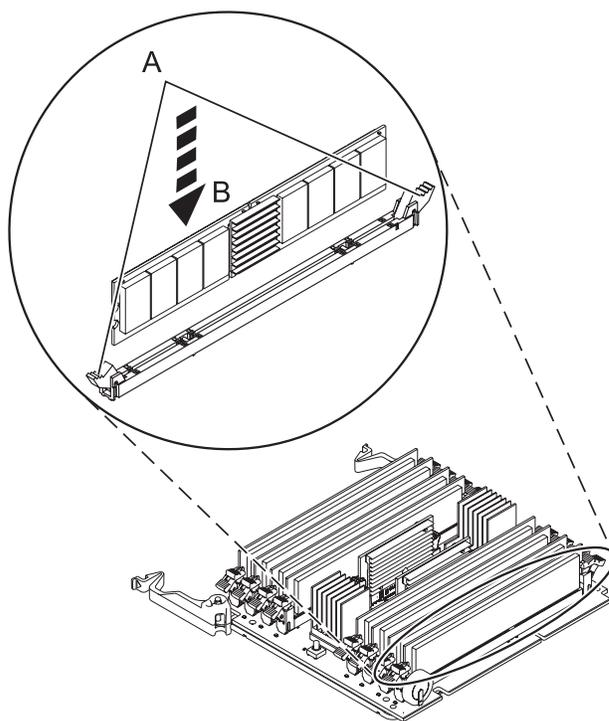

Figure 18. Remise en place d'un module de mémoire
11. Vérifiez que les languettes de verrouillage du connecteur (**A**) sont ouvertes, comme indiqué dans la figure 18, à la page 34, avant d'installer un nouveau module de mémoire.